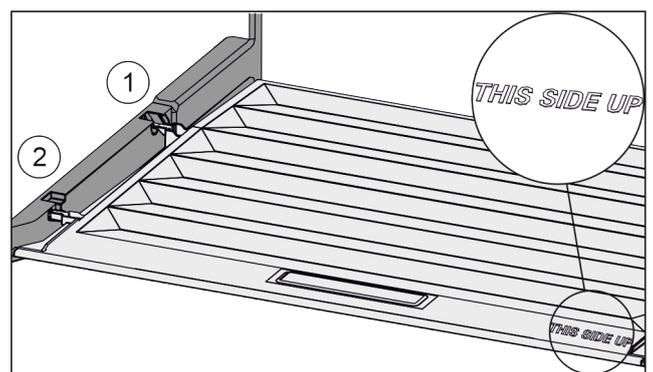

Fig. 72
- ▶ Introduzca los nervios de la tapa por la abertura del soporte trasero Fig. 72 (1) y encájelos por delante en el soporte Fig. 72 (2).